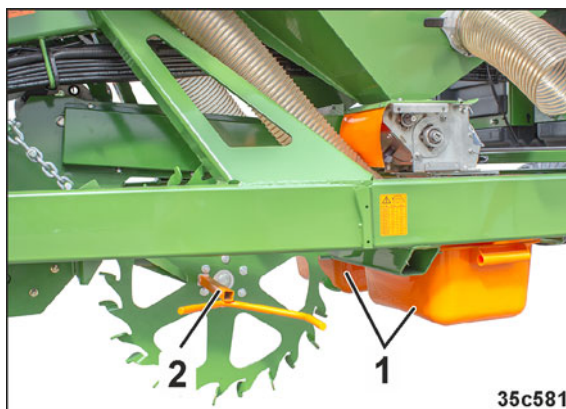

Рис. 194
3. Вставьте в держатели под каждым дозатором лоток (Рис. 194/1).
9. Вставьте рукоятку для установки нормы внесения в колесо с почвозацепами (Рис. 194/2).